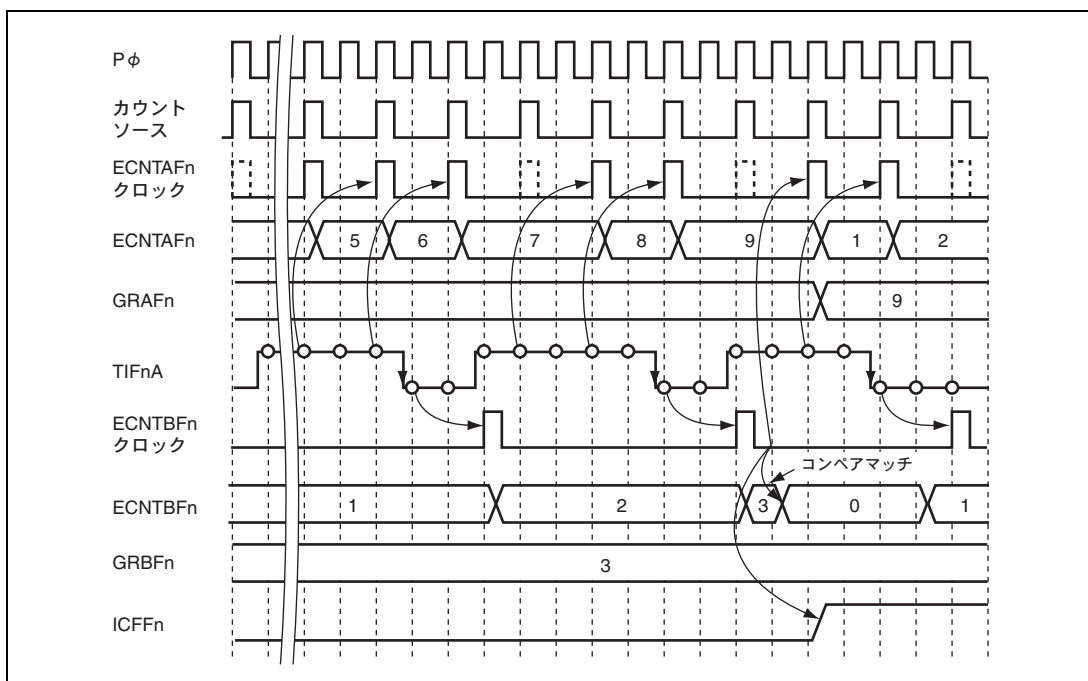

図 13.40 入力ハイレベル期間計測の動作例 (キャプチャ動作時に TIFnA がハイレベル)
- ECNTAFn : クロックバス 0~5 のいずれかをカウントソースとし、TIFnA をイネーブルとしてカウントアップを行います。すなわち、TIFnA にハイレベルが与えられている時間を計測します。ECNTBFn のコンペアマッチの検出後、次のカウントソースクロックに同期してカウント値をクリアします。コンペアマッチによるカウントクリアの際に、TIFnA にハイレベルが与えられていた場合は、カウント値は H'00000100 となります。この例を図 13.40 に示します。